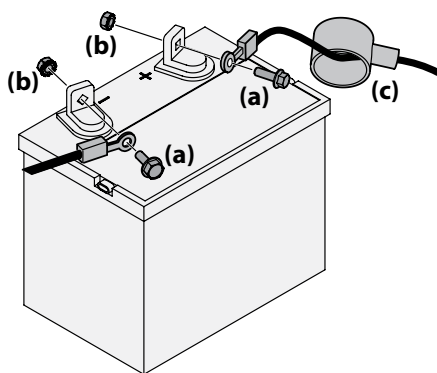

Figura 2-20
1. Retire a tampa de plástico, se houver, do terminal positivo da bateria e conecte o cabo vermelho ao terminal positivo da bateria (+) com o parafuso (a) e a porca hexagonal (b). Veja Figura 2-20.
2. Retire a tampa de plástico, se houver, do terminal positivo da bateria e conecte o cabo preto ao terminal negativo da bateria (-) com o parafuso (a) e a porca hexagonal (b). Veja Figura 2-20.